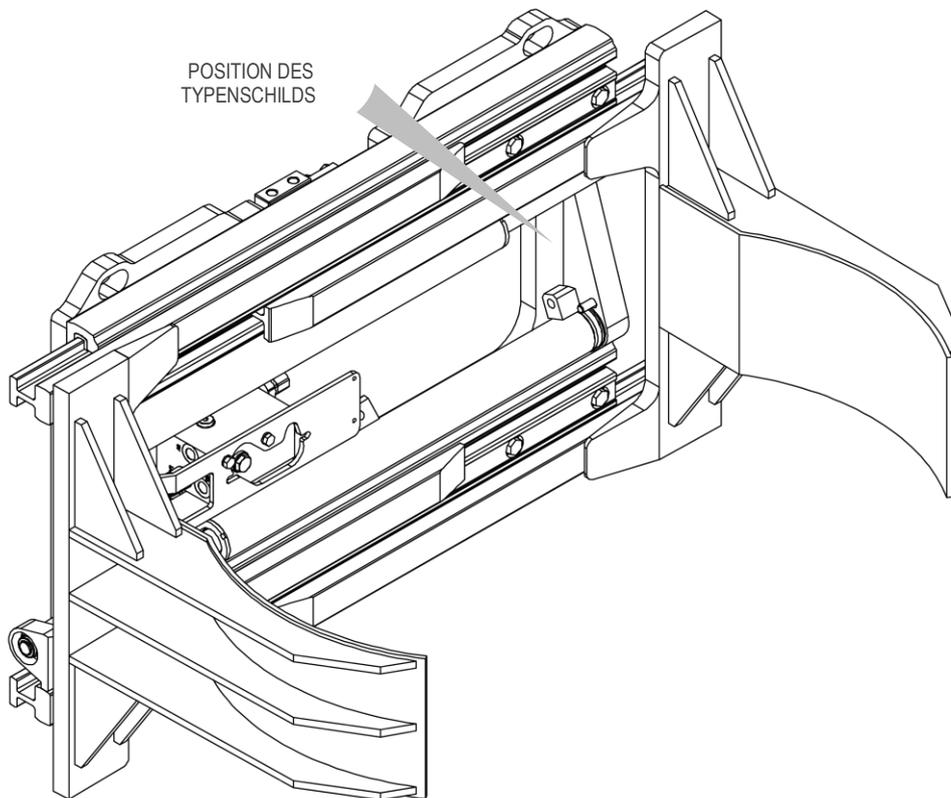

Abbildung 1
Alle Geräte A.T.I.B. – “KLAMMER FÜR EIN ODER ZWEI FÄSSER TYP 474.160 | KLAMMER FÜR ZWEI ODER VIER FÄSSER TYP 474.190 | 180° DREHENDE FASSKLAMMER” werden über das aufgeklebte Typenschild (siehe *Tabelle 1*) am Gerät (siehe *Abbildung 1*) identifiziert, schauen Sie immer nach der Seriennummer.
5. Zur Bewegung müssen Gurte und/oder Ketten verwendet werden, die im Verhältnis zum Gewicht des Geräts, das auf dem Typenschild angegeben ist, ausreichend dimensioniert sind (siehe *Abbildung 1* und *Tabelle 1* auf S.7).
9. Schließen Sie den Hydraulikkreislauf an und versichern Sie sich, dass der Betriebsdruck der Leitungen höher oder gleich dem auf dem Typenschild angegebene ist (siehe *Abbildung 1* und die *Tabelle 1* auf Seite 7).
6. Zur Bewegung müssen Gurte und/oder Ketten verwendet werden, die im Verhältnis zum Gewicht des Geräts, das auf dem Typenschild angegeben ist, ausreichend dimensioniert sind (siehe *Abbildung 1* und *Tabelle 1* auf S.7).